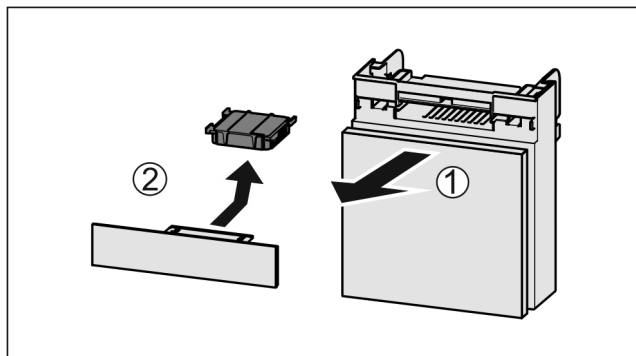

Fig. 39
- ▶ Вытянуть Fig. 39 (1) отделение движением вперед.
- ▶ Извлечение Fig. 39 (2) фильтра с активированным углем.